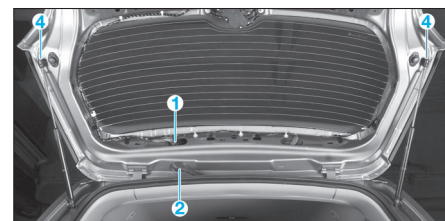

FIG. 61
- Débrancher le connecteur électrique (1) (fig. 61).
- Déposer le passe-fil (2) de la carrosserie.
- Déverrouiller les deux vérins (4) du hayon avec l'aide d'un autre opérateur (fig. 61).